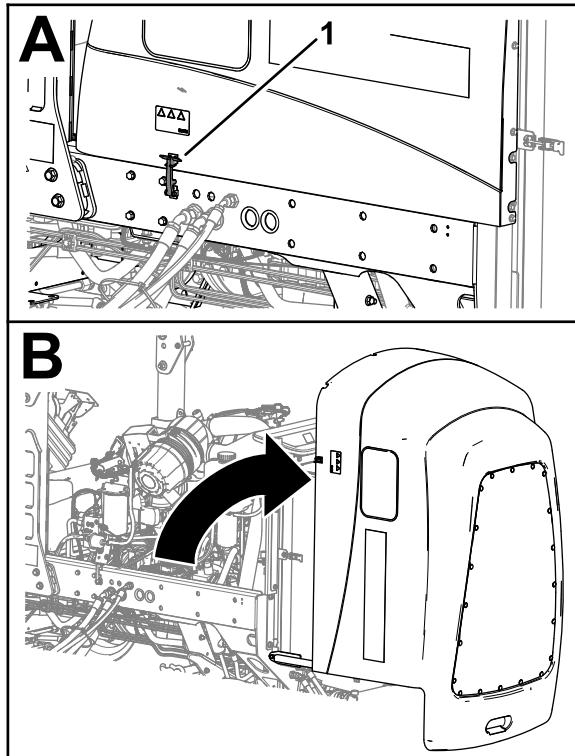

Figure 96
1. Ouvrez les 2 verrous du capot (Figure 96).